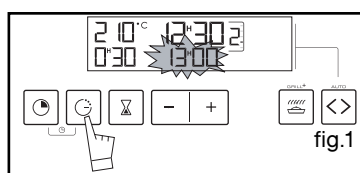

fig.1
L'afficheur clignote à 12:00. (fig.1)
Le sélecteur de fonction doit obligatoirement être sur la position 0 (fig.1).
Celle-ci ne doit pas clignoter (fig.1).
- Choisissez le mode de cuisson souhaité et ajustez la température (fig.1).
L'affichage de la fin de cuisson pour indiquer que le réglage est alors possible (fig. 1).
– Le programmateur ne doit afficher que l'heure (fig.1).
- Appuyez sur la touche "  " (fig.1) jusqu'à faire 0.00.
- Réglez et validez l'heure de votre programmeur à 0h10 (fig.1).